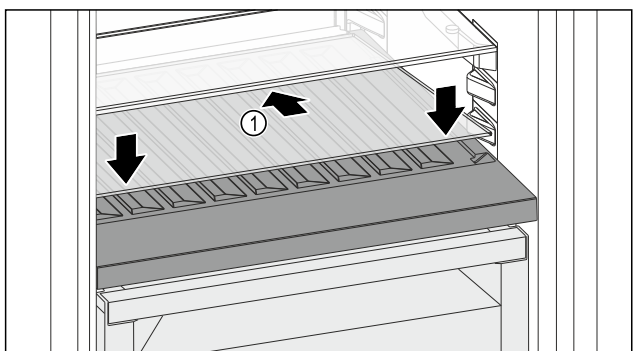

Fig. 151
- ▶ 向后下方倾斜放置玻璃隔板 Fig. 151 (1)。
- ▶ 放低玻璃隔板 Fig. 151 (1) 前部。